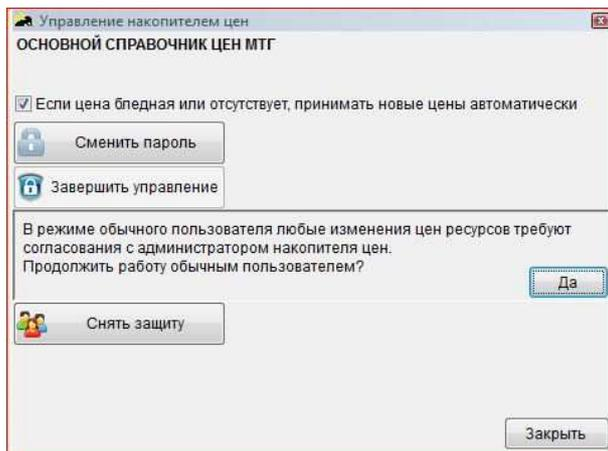

Рис. 2. Окно управления условиями администрирования накопителя цен
5. Для изменения условий администрирования служит окно, изображенное на Рис.2. Его вызов осуществляется двумя способами: